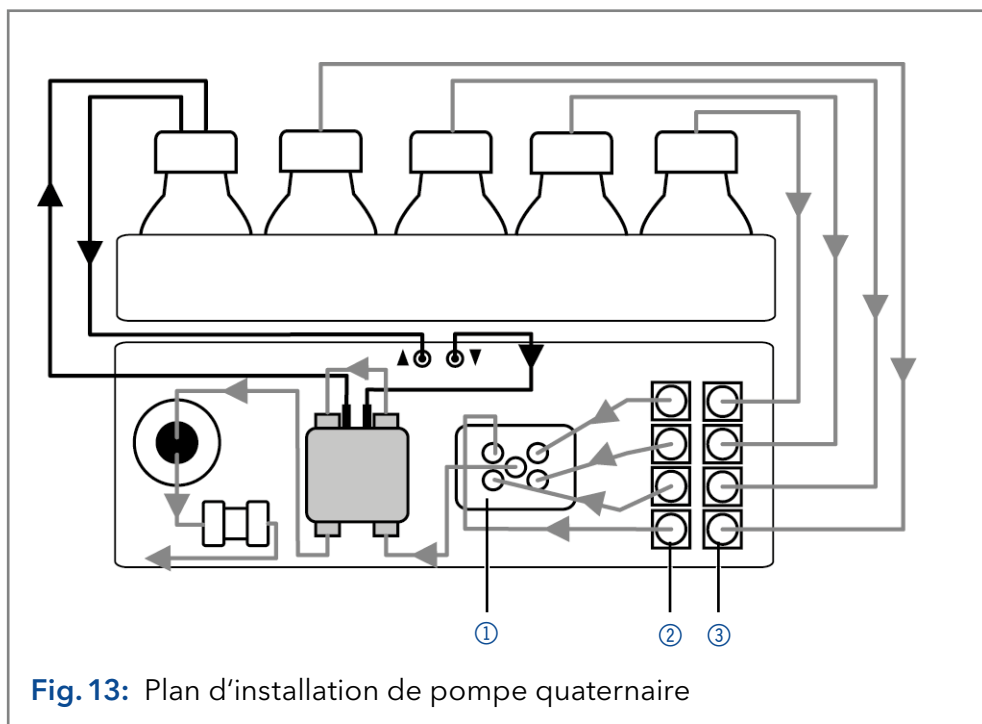

Fig. 13: Plan d'installation de pompe quaternaire
La sortie du dégazeur ② est facilement reliée au bloc de valve ① (Voir Fig. 13).